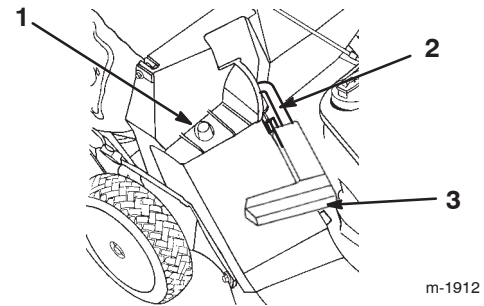

Bild 20
2. Stellen Sie sicher, dass der Griff an der Auswurfkanalklappe ganz nach vorne gestellt und dass der Stift im Riegel eingerastet ist (Bild 20).
3. Schieben Sie das Loch im Korbrahmen auf den Haltepfosten am Auswurfkanal (Bild 20).
2. Heben Sie den Griff der Auswurfkanalklappe an und ziehen ihn nach vorne, bis der Stift in den Riegel einrastet (Bild 20).